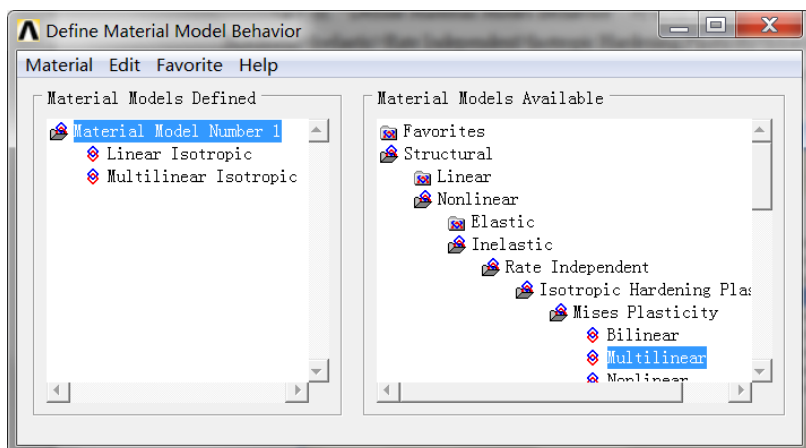
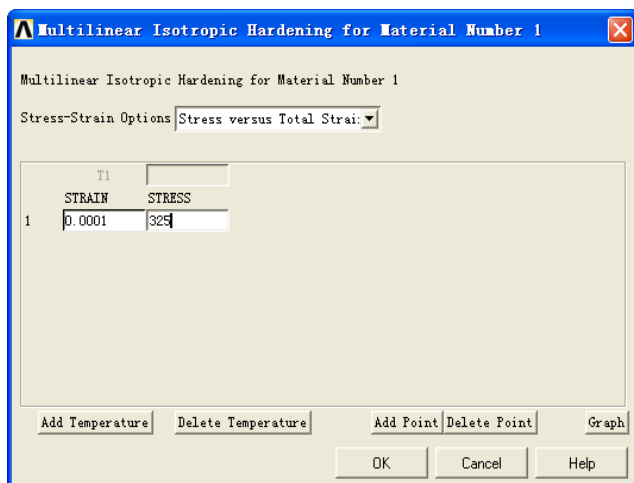

图 2-47 “Define Material Model Behavior”对话框
图 2-48 “Multilinear Isotropic Hardening for Material Number 1”对话框
(1) 按照上述定义线弹性本构的步骤完成线性段的特性设置；
(2) 在“Define Material Model Behavior”对话框右侧选项框中依次单击：Structural→Nonlinear→Inelastic→Rate Independent→Isotropic Hardening Plasticity→Mises Plasticity→Multilinear，如图 2-47 所示。随后弹出“Multilinear Isotropic Hardening for Material Number 1”对话框，如图 2-48 所示。在“STRAIN”选项的输入栏中输入应变量为“0.0001”，在“STRESS”选项的输入栏中输入应力为“325”。